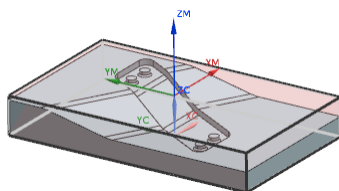

图 14.5 毛坯几何体
Step3. 单击“毛坯几何体”对话框中的 **确定** 按钮，系统返回到“铣削几何体”对话框，完成图 14.5 所示毛坯几何体的创建。